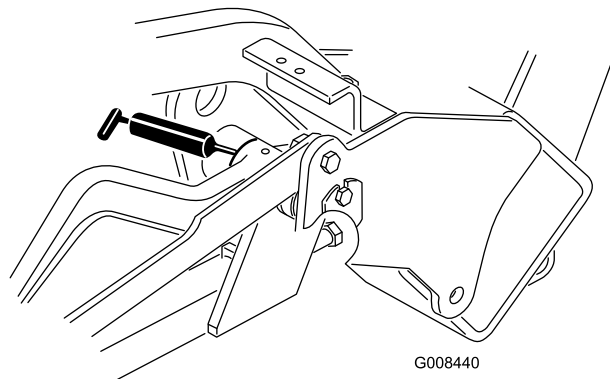

Рисунок 34
- Подъемные рычаги (3) (Рисунок 34)